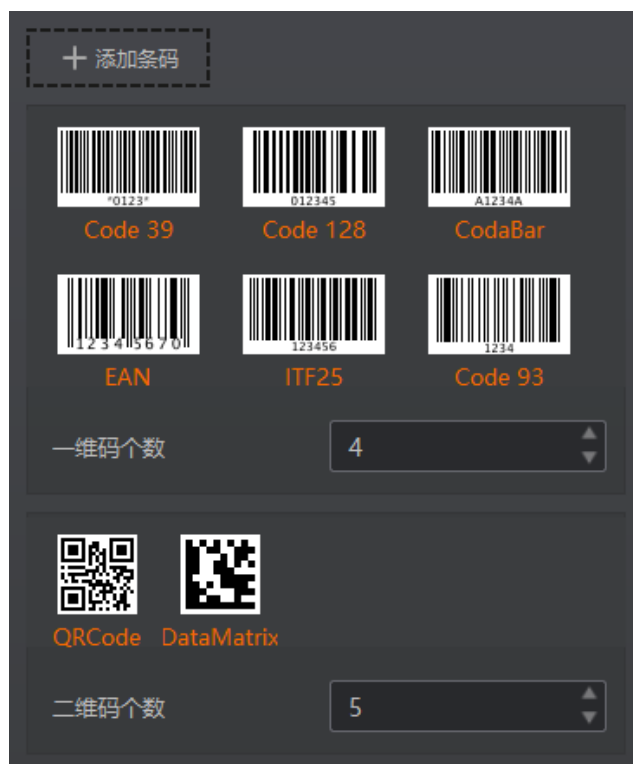

图3-12 选择条码码制
2. 选择设备需要读取条码的码制，可多选。此时算法配置界面显示已选择的码制，如图 3-12 所示。选择的码制越多，算法处理每张图片的耗时将增加，建议根据实际需求选择对应的码制，确保达到最佳效果。